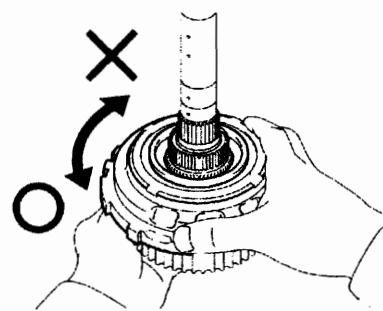

图 12-1-51
(57) 检查 3 号单向离合器总成。如图 12-1-51 所示，固定住后行星齿圈法兰总成，并转动单向离合器总成，单向离合器总成应逆时针转动自如，顺时针不能转动。